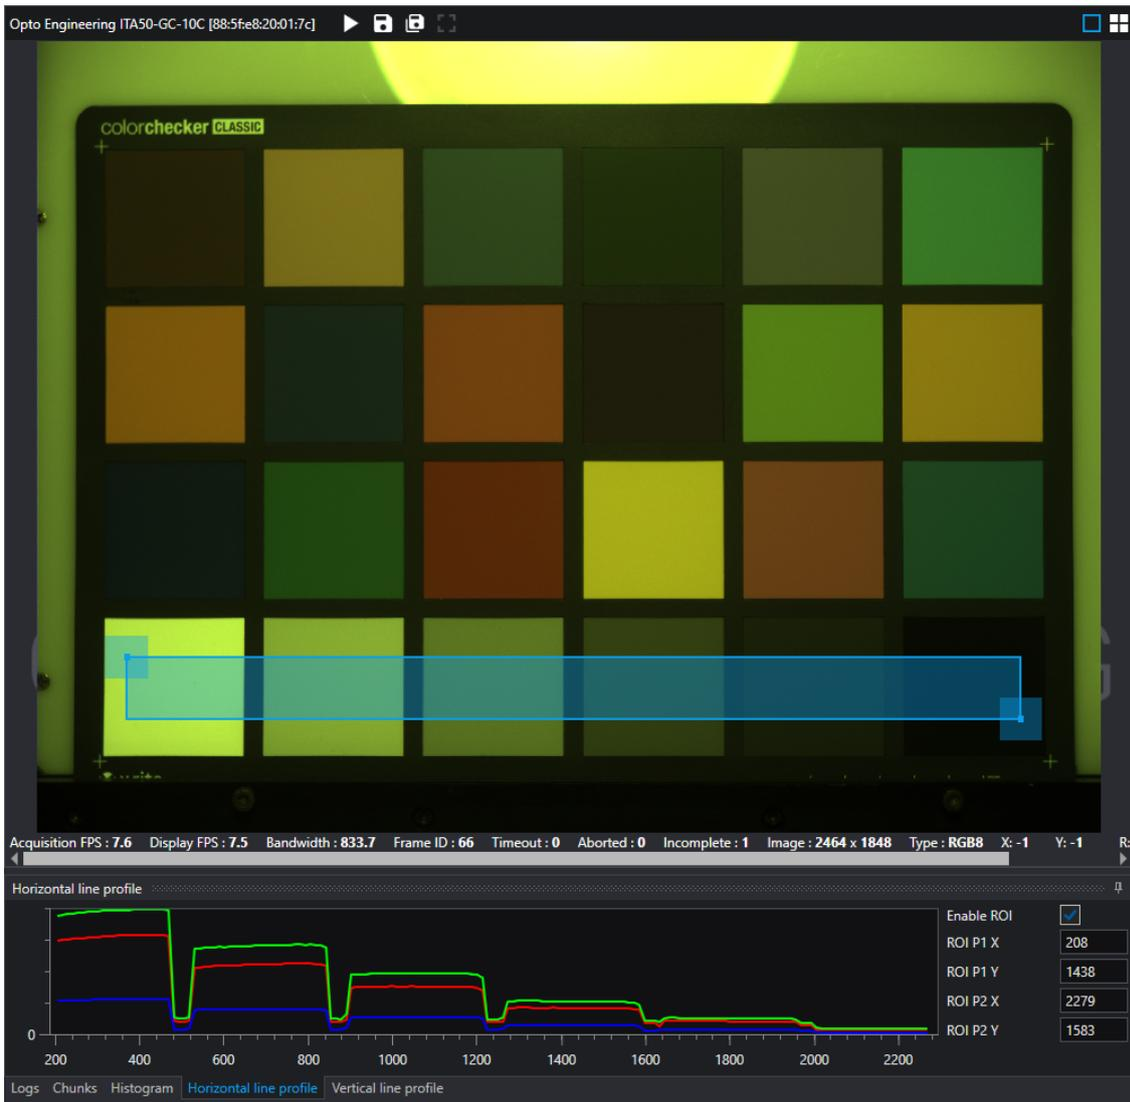

Figure 69: 色彩校准程序的第一步：设置适当的 ROI（只包括色彩检查器的灰度图块），并在水平线剖析器上显示结果。
1. 在光照合适的情况下，选择 *Horizontal line profile* 选项卡（中央下面板）并绘制一个 ROI，该 ROI 仅包括颜色检查器底部的灰度值（图 69）。